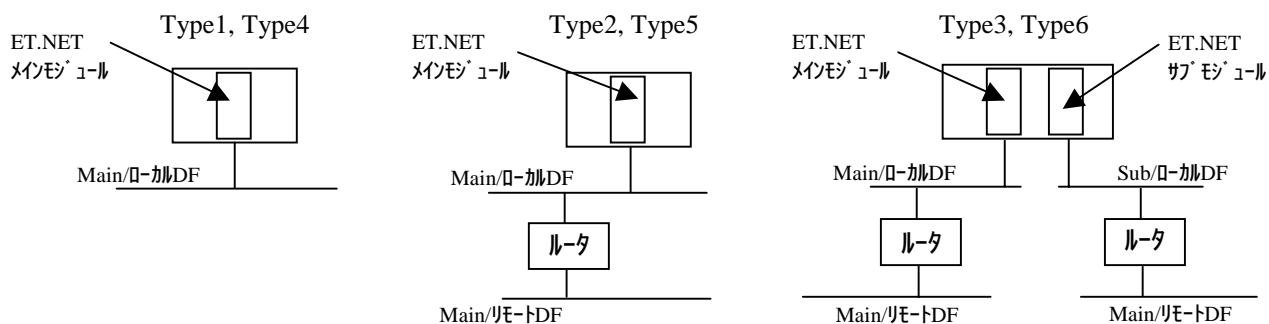

図5 - 1 Typeとデータフィールド
- (1) Type1～6は、図5 - 1に示すようにネットワーク構成とアクセスするデータフィールドに対応して指定してください。